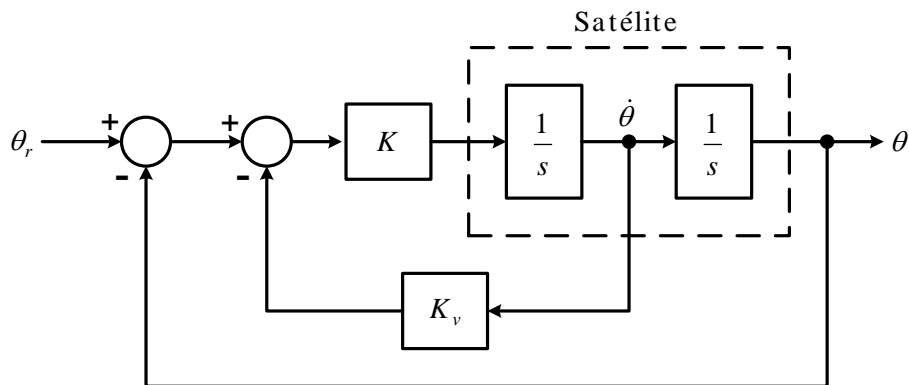

Figura 1
1. Considere o sistema de controle de altitude de um satélite, mostrado na Figura 1.
14. Considere o sistema de controle da Figura 1. Para cada função de transferência dada, determine o erro em estado estacionário para as entradas: